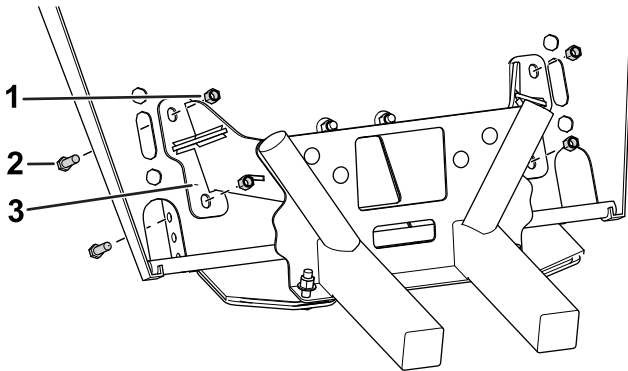

Figure 3
7. Avec 4 boulons à tête hexagonale ($\frac{3}{8}$ po) et 4 écrous ($\frac{3}{8}$ po), fixez légèrement l'avant du blindage et les supports au pare-chocs (Figure 3).